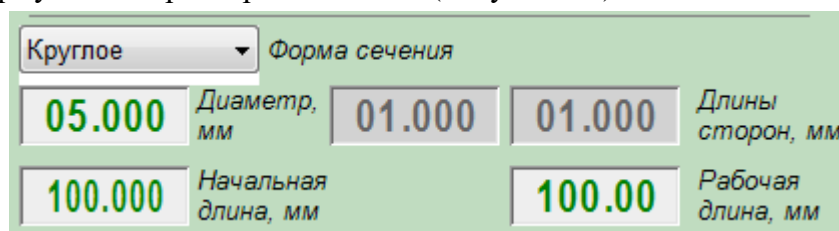

Рисунок 6.5 – Размеры сечения
5. Выбрать форму и ввести размеры заготовки (Рисунок 6.5):